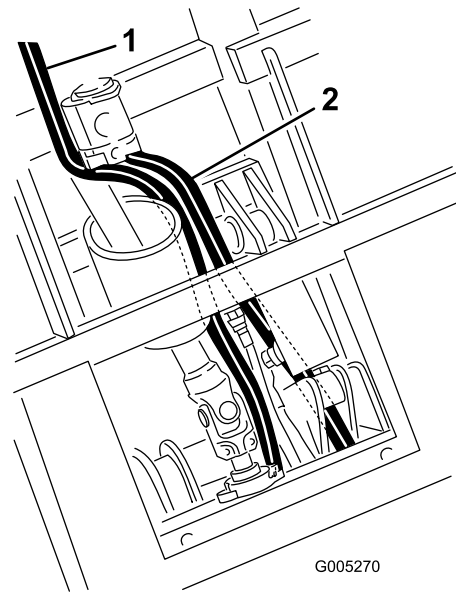

Figura 18
- Pase el manguito del depósito por debajo del cilindro de elevación y entre los soportes de montaje del cilindro hasta la válvula (Figura 18).
- Pase el manguito de presión junto al árbol de la toma de fuerza hasta la válvula (Figura 18).